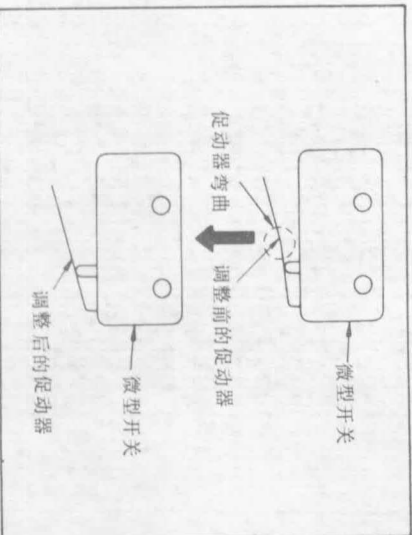

图 36 促动器调整
- 1) 插入 $\phi 1.2$ 销时,若该开关未松开,则应拧开小螺钉①并按箭头所示方向稍微移动,以便进行调整。
- 2) 插入 $\phi 0.6$ 销后,接通该开关时,该开关促动器会弯曲,如图 36 所示。检查调整结果。